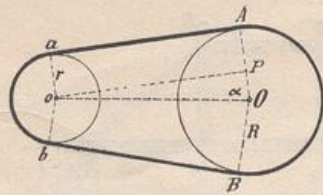

Fig. 29.
9. Über zwei Riemenscheiben (Fig. 29) von den Halbmessern $R = 60 \text{ cm}$ und $r = 35 \text{ cm}$ und einem Mittelpunktsabstand $a = 180 \text{ cm}$ wird ein Treibriemen gelegt. Man berechne die Riemenlänge L .